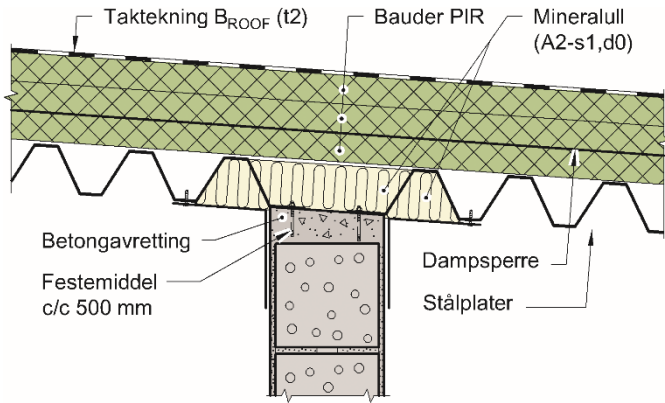

Fig. 5
- Over branncellebegrensende vegger trenger ikke BauderPIR isolasjon å byttes ut med ubrennbar isolasjon, se fig. 5.
- På tak med bærende profilerte stålplater må profilene både på oversiden og undersiden av platen fylles med ubrennbar isolasjon (A2 s1,d0) over branncellebegrensende vegger. Se fig. 5. Dersom stålplateprofilene er vinkelrett på veggen må profilene på begge sider av stålplaten fylles med ubrennbar isolasjon i 600 mm bredde ut fra veggen på begge sider for å hindre lekkasje av røyk og branngasser.